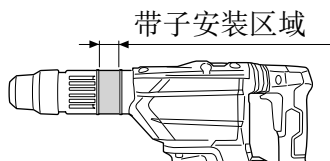

图 14
(2) 将带子置于带子安装区域上，并将带子上的两个孔对准手柄螺栓的“T”部分。(图 14, 15)